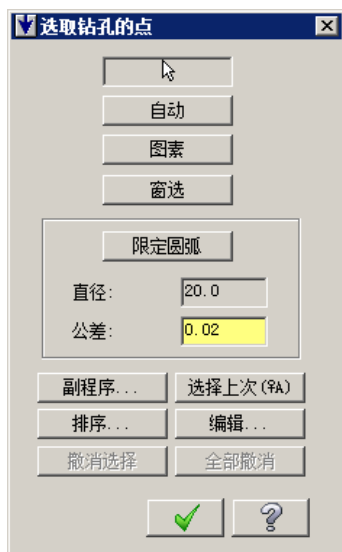

图 9.6.3 “选取钻孔的点”对话框
Step1. 选择下拉菜单 **刀具路径(T)** → **钻孔(D)...** 命令，系统弹出图 9.6.3 所示的“选取钻孔的点”对话框，选取图 9.6.4 所示的两个圆的中心点为钻孔点。